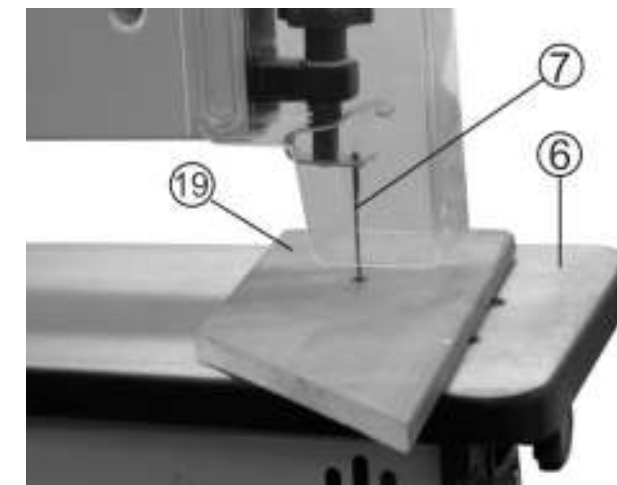

Рис.8
11.2.3. Просверлите отверстие 6 мм в заготовке (19), в части, которая будет выпилена, Рис.8.
11.2.5. Установите заготовку (19) на рабочий стол (6), Рис.8.
11.2.6. Вставьте пильное полотно (7) через просверленное отверстие, Рис.8.